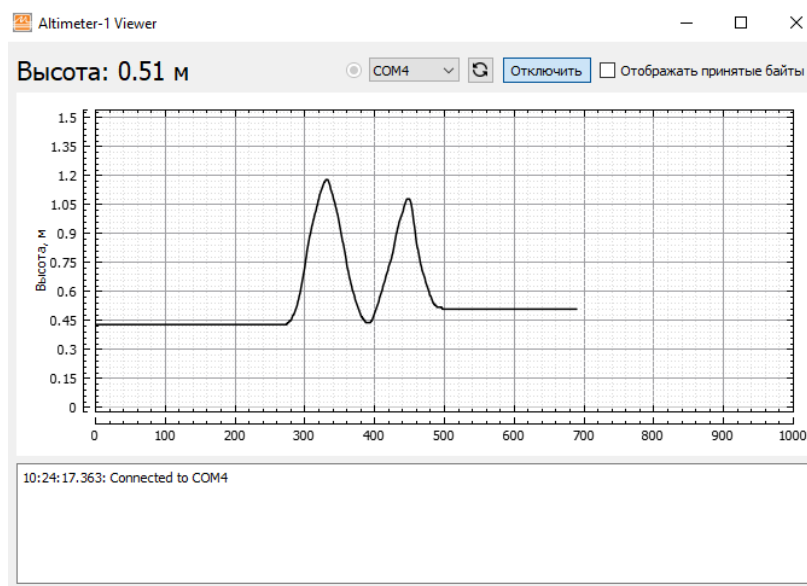

Рисунок 2.2 – Внешний вид окна программы Altimeter-1 Viewer
2.5.4.1 Запустите программу Altimeter-1 Viewer (рисунок 2.2)